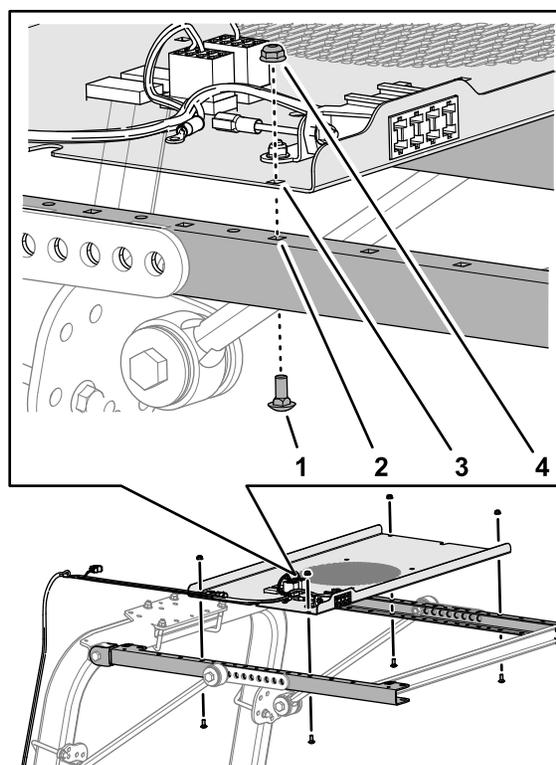

Figura 8
1. Allineate i fori quadrati del pannello interruttori con i fori quadrati nelle 2 canaline del telaio laterale del parasole come mostrato nella (Figura 8).
2. Montate il pannello interruttori sulle canaline del telaio laterale (Figura 8) con i 4 bulloni a